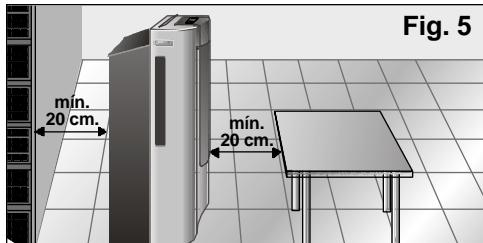

Fig. 5
- Per sicurezza, prima di collegare il vostro apparecchio è necessario che sia lontano almeno 20 cm da qualsiasi superficie vicina, Fig. 5.